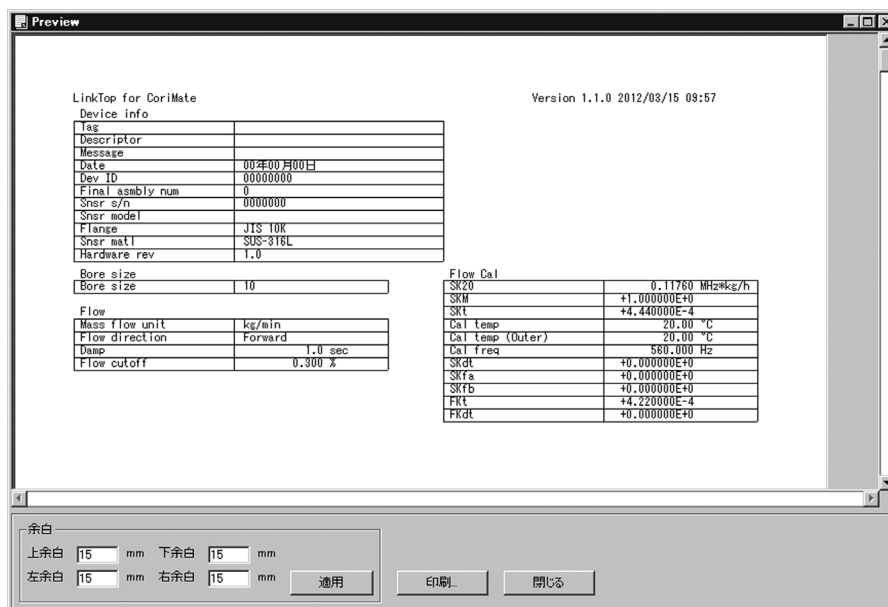

図98
- ③ 図98のようなメッセージボックスが現れますので、「OK」ボタンをクリックします。この操作で設定パラメータ表を印刷することができます。